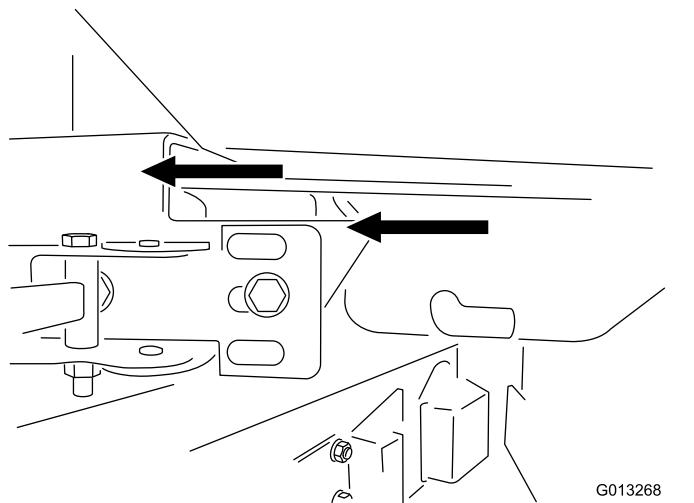

図3
- コンベアがスイベルに取り付けられた状態のまま、2人がかりでスイベルを持ち上げ、プラスチック製のベアリングを取り付けブラケットの矢印に合わせる図3。